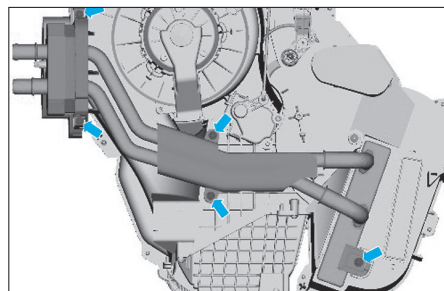

Fig. 20
- Déposer les vis (flèches) (Fig.20).